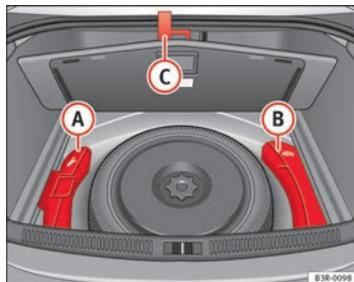

Fig. 181 Caja de las herramientas y gato
Las herramientas de a bordo (A) y el gato (B) ⇒ fig. 181 se encuentran en el maletero, debajo de la superficie de carga.
- Enganche el asa (C) en la junta del maletero.